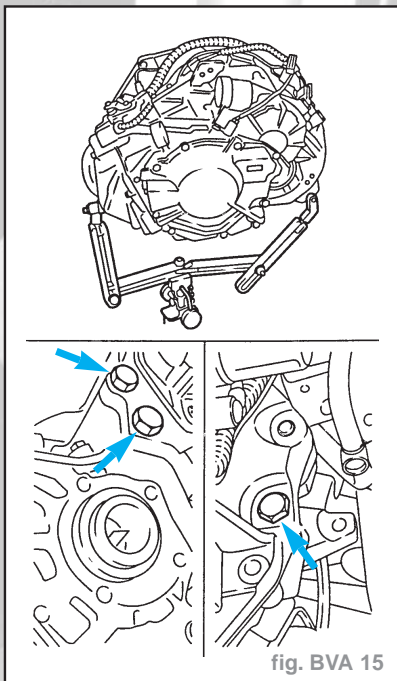

fig. BVA 15
- Monter le support de boîte de vitesses **MKM-886** au cric hydraulique et le fixer à la boîte de vitesses (fig BVA. 15).